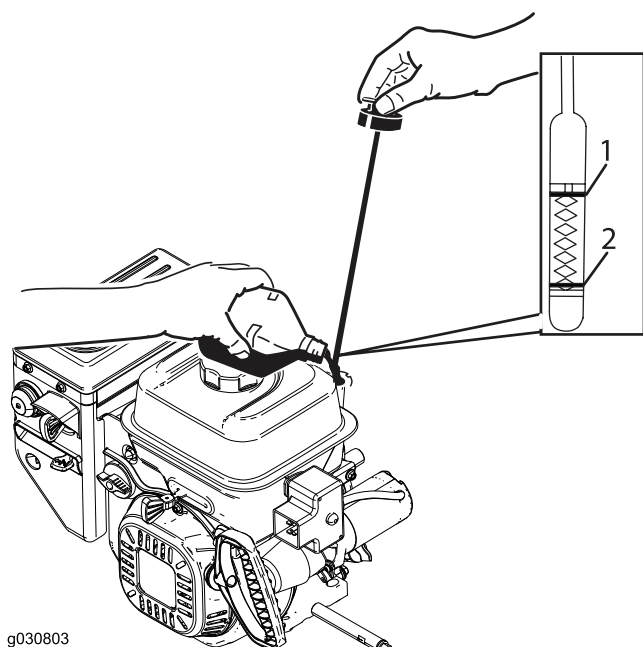

Figure 33
2. Ressortez la jauge et vérifiez le niveau d'huile (Figure 33). Ajoutez de l'huile, si le niveau est en dessous du repère du minimum sur la jauge. Voir 5 Contrôle du niveau d'huile moteur \(page 9\).